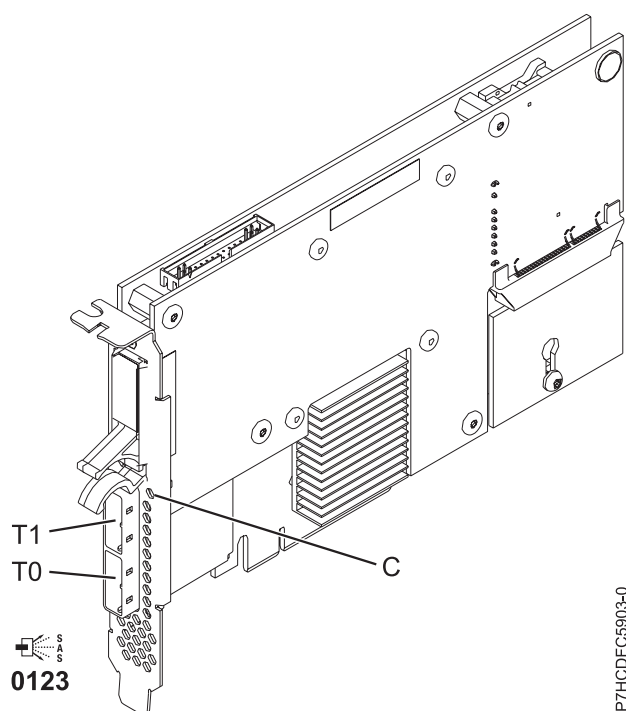

Figura 37. Adaptador SAS RAID PCIe Dual - x4 de 3 Gb
El dispositiu 5903 ó 5805 conté un LED ((C) a Figura 37 a la pàgina 108) que parpelleja si hi ha dades de la memòria cau. El LED de dades de la memòria cau parpelleja quan és possible que hi hagi dades a la memòria cau de l'adaptador. Si el LED de dades de la memòria cau parpelleja, no substituiu el paquet de bateries de la memòria cau. Si se substitueix quan el LED parpelleja, es perdran les dades de la memòria cau. Consulteu Figura 37 a la pàgina 108 per localitzar el LED de dades de la memòria cau en aquest adaptador.